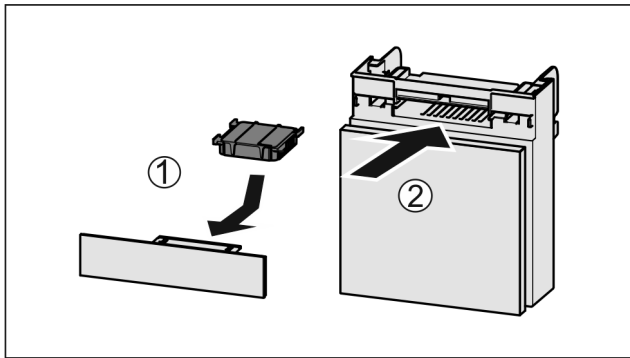

Fig. 159
- Inserire il vano Fig. 159 (2).